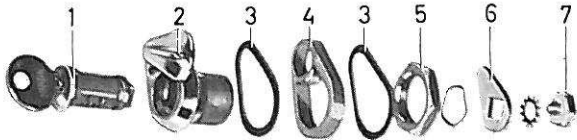

Figure 40. Fermeture de bouchon de réservoir désassemblée
Pour le démontage, il suffit d'enlever la vis sur la partie inférieure de la fermeture, de retirer la languette de blocage et d'introduire ensuite la clé dans la fermeture pour retirer le piston de fermeture. Enlever ensuite le grand écrou sous la fermeture, ce qui permet de déposer la fermeture au complet du bouchon du réservoir (figure 40).
Le démontage du barillet de fermeture se fait après avoir enlevé la vis (7) et le bras de verrouillage (6, figure 40). S'il faut démonter la fermeture au complet, enlever l'écrou (5, figure 40).